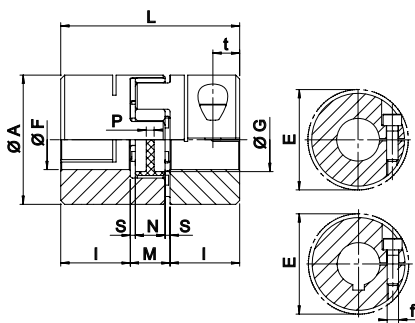

Fig. 2
- sede per linguetta e grano di pressione opposto alla cava (Fig. 2)